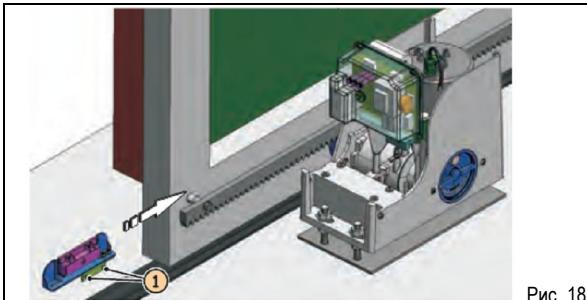

Рис. 18
- 4 Ближайший к приводу магнит переместить по рейке в направлении мотора (рис. 18). На плате управления расположены светодиодные индикаторы выключателей открытия и закрытия. Как только соответствующий индикатор погаснет, сдвинуть магнит ещё на 10 мм вперёд и закрепить прилагаемыми винтами (рис. 18, поз. 1).